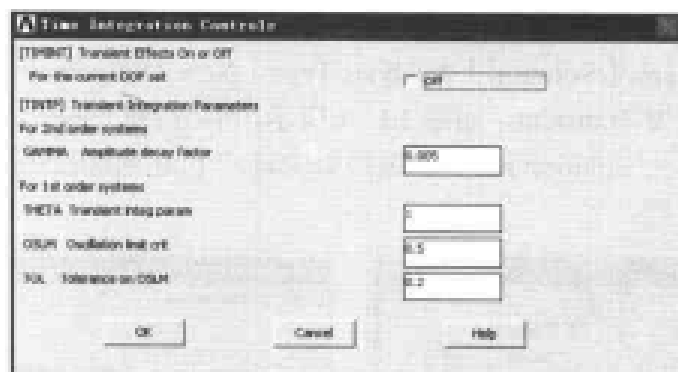

图 10-17 时间积分控制对话框
(4) 选择 Main Menu | Solution | Load Step Opts | Time/Frequenc | Time Integration | Amplitude Decay 命令, 出现 Time Integration Controls 对话框, 参照图 10-17 对其进行设置, 单击 OK 按钮关闭该对话框。